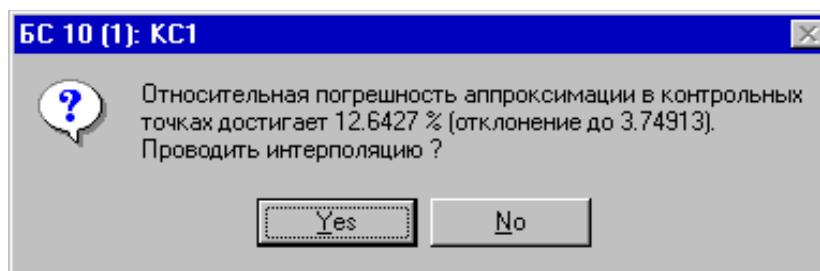

Рисунок 16.13 Пример результата тестирования
2. Выдается результат тестирования на известных точках (рисунок 16.13), нажмите Да или Yes (клавишу Enter)